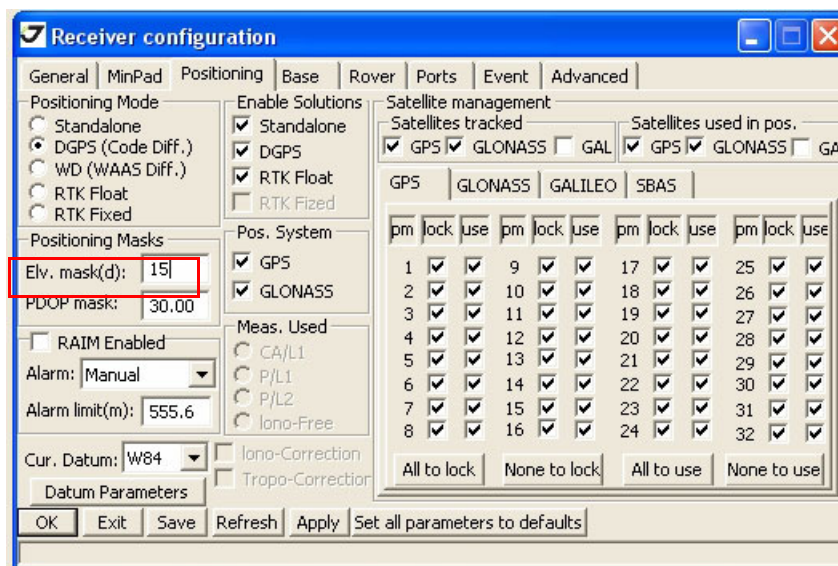

Рисунок 3-9. Настройки приемника – Elevation Mask
- Перейдите в закладку *Positioning* и установите угол возвышения (Elevation mask) 15 (Рисунок 3-9), затем нажмите *Apply*.